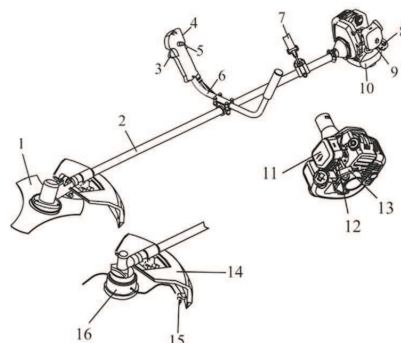

рис. 1
4.1 Общий вид бензокосы схематично представлен на рис. 1